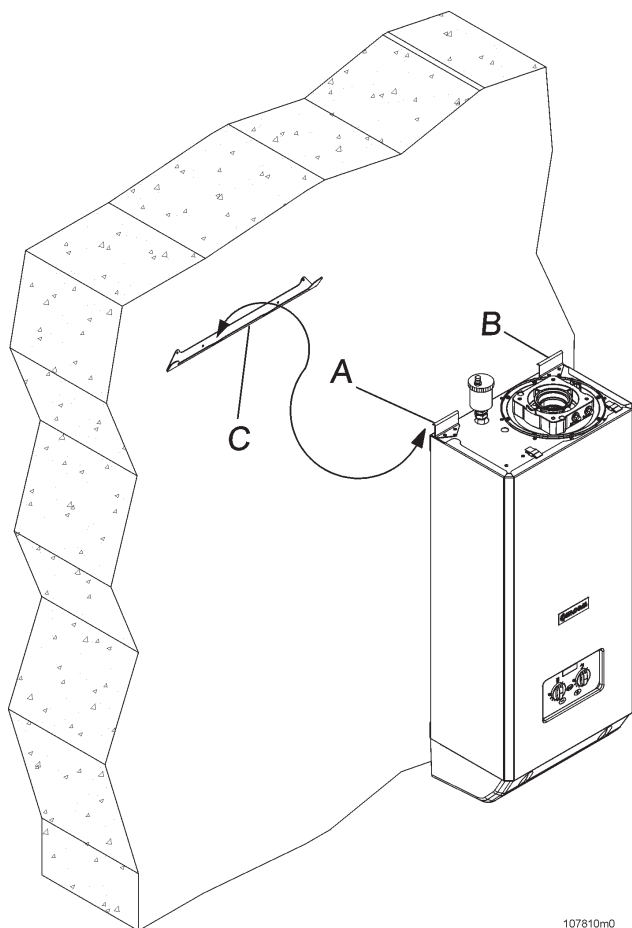

Рисунок 4 - Установка котла
- зафиксировать настенную пластину "С" (рис.4) ввернув монтажные винты в настенный вкладыш
- установить котел на стену с помощью настенной пластины "С" (рис. 4 ) и крючков "А" и "В".